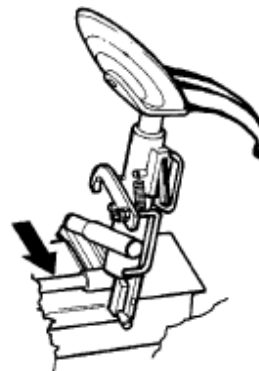

Рис.56
**4.** Прочищайте и смазывайте направляющую монтажного рычага ежемесячно (Рис.56).